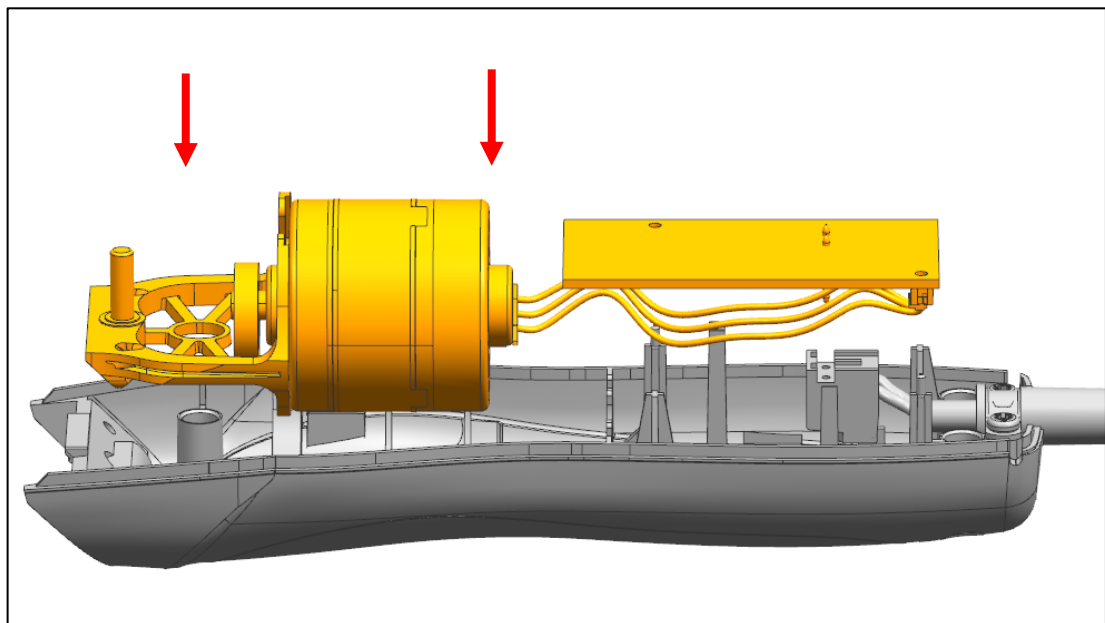

Abb. 33
- Legen Sie die komplette Antriebseinheit in das Gehäuseunterteil (Abb. 33).